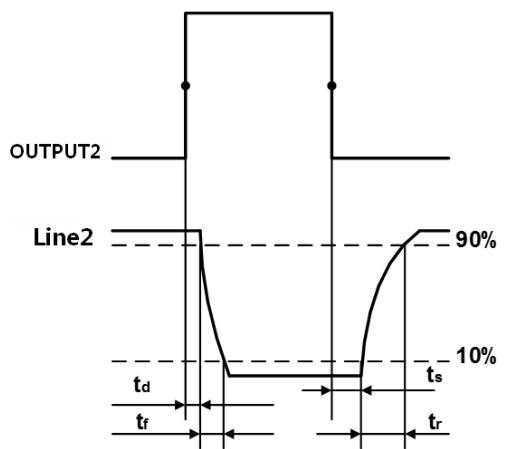

图 7-20 Line2 输出电路参数
- 上升沿延时=tr+td : <20μs (0°C~45°C) , 参数说明见图 7-20
- 下降沿延时=ts+tf : <20μs (0°C~45°C) , 参数说明见图 7-20